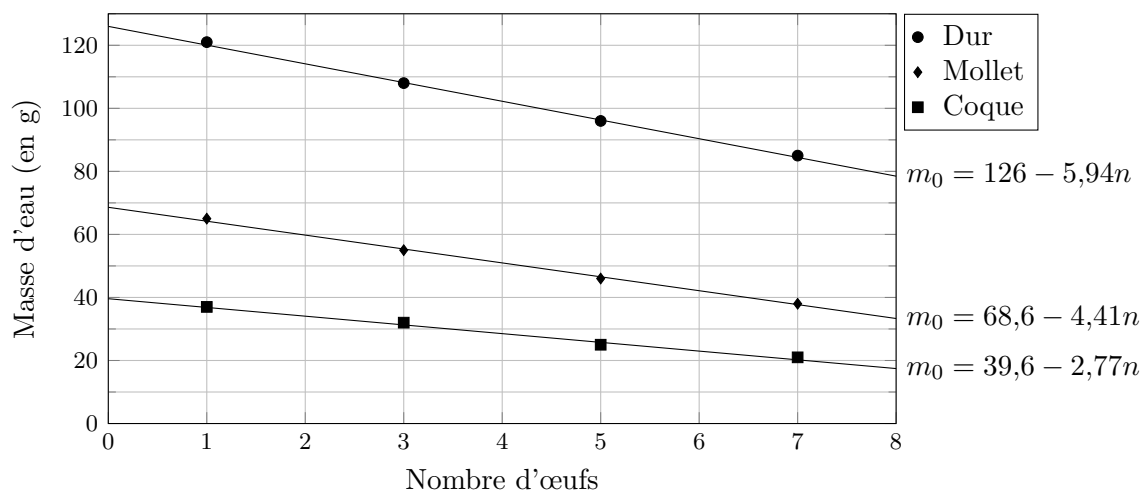

FIGURE 4 – Masse d'eau à introduire dans le cuiseur en fonction du nombre d'œufs, pour les différents choix de cuisson
- Q.21** On donne FIGURE 4 la représentation graphique de la masse d'eau m_0 contenue dans le gobelet en fonction du nombre d'œufs pour les trois degrés de cuisson (d, m, c). Analyser ces courbes à la lumière des résultats précédents. En particulier :